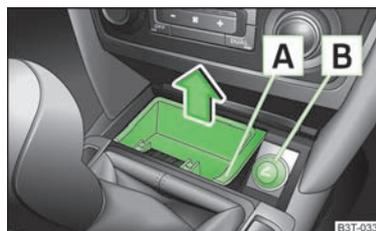
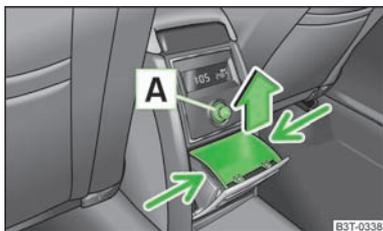

Fig. 85
Fig. 86
- » Afferrare l'inserto posacenere nell'area » fig. 85 ed estrarlo nella direzione indicata dalla freccia.
- Afferrare l'inserito nell'area indicata delle frecce » fig. 86 ed estrarlo.
- Premere il pulsante accendisigari **A** » fig. 86 o **B** » fig. 85.
Nella consolle centrale anteriore - **B** » fig. 85.
Nella consolle centrale posteriore - **A** » fig. 86.